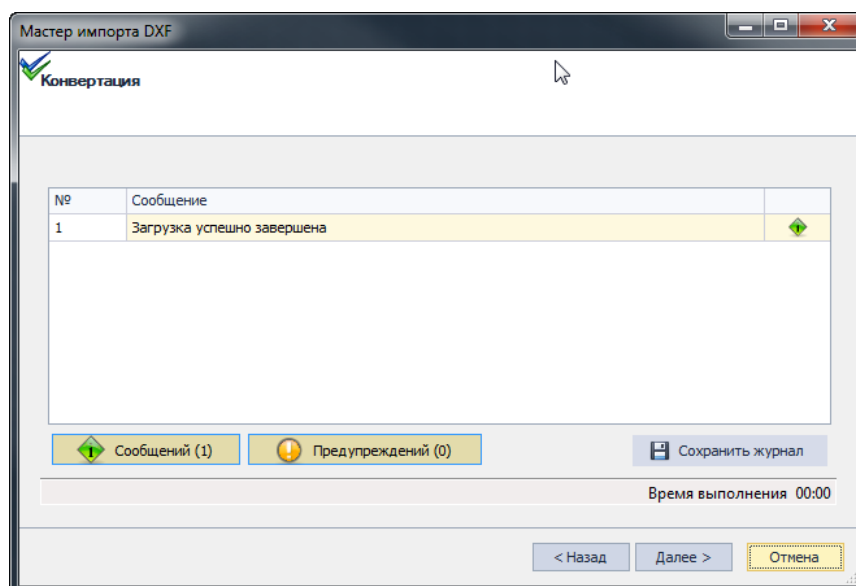

Рис. 76 Процесс импорта границ платы
6. Дождаться завершения импорта и нажать кнопку «Далее». Процесс импорта будет показан в окне мастера, см. Рис. 76.